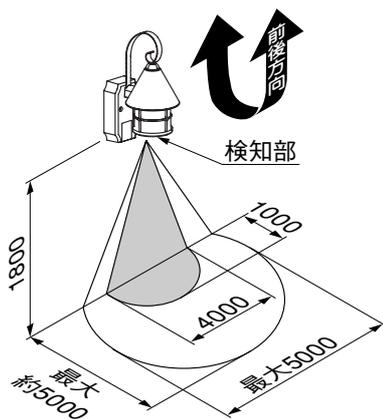
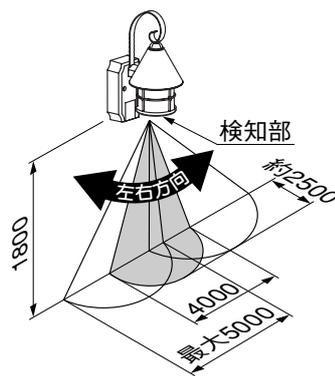

図1-2 前後検知範囲の目安
図1-3 左右検知範囲の目安
- ① 壁スイッチをOFFにしてください。
- ② フランジカバーを取外してください。
- ③ 点灯保持時間を「5秒」、明るさセンサを「明るめ」、お出迎え時間を「切」にして調整ツマミを設定してください。
- ④ 検知部を動かして、検知範囲を設定してください。(図1-2、図1-3参照)
- ⑤ 壁スイッチをONにして検知範囲の外へ出て待ち、約40秒後に消灯することを確認してください。